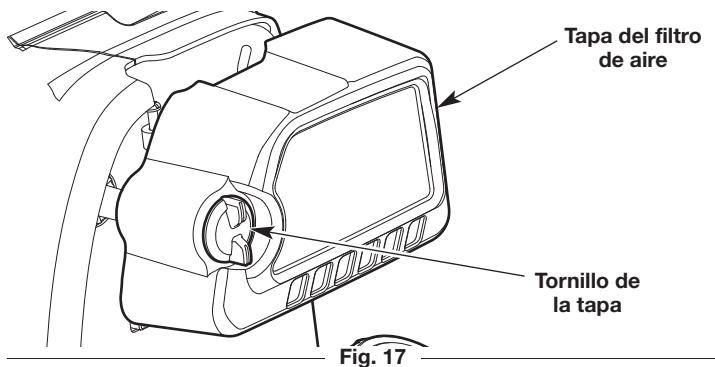

Fig. 17
1. Abra la tapa del filtro de aire: afloje el tornillo de la tapa y deslice la tapa del filtro de aire hacia la derecha (Fig. 17).